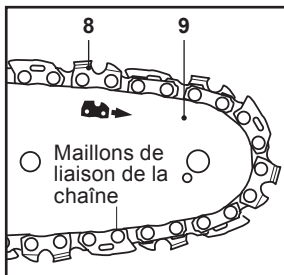

Fig. 7
**AVERTISSEMENT ! RETIRER LA BATTERIE (21) DU PRODUIT AVANT DE RÉGLER LA TENSION DE LA CHAÎNE !**
**LES BORDS DE COUPE DE LA CHAÎNE (8) SONT TRANCHANTS ! TOUJOURS PORTER DES GANTS DE PROTECTION LORS DE LA MANIPULATION DE LA CHAÎNE !**
1. Placer le produit sur une surface plane adaptée, le couvercle de la tronçonneuse (12) orienté vers l'avant.
2. Vérifier la tension de la chaîne en soulevant la chaîne (8) à une main. La tension correcte de la chaîne est obtenue lorsque la chaîne (8) peut être soulevée d'environ 2 à 4mm du guide-chaîne (9) au niveau du centre (Fig. 7).
3. Régler la tension si la chaîne (8) est trop lâche ou trop serrée.